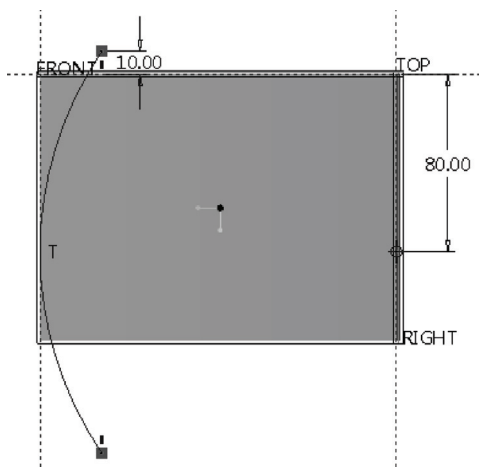

图 12-75 绘制一段圆弧
- 1) 在功能区的“模型”选项卡的“基准”组中单击  (草绘) 按钮, 弹出“草绘”对话框。选择 RIGHT 基准平面作为草绘平面, 默认以 TOP 基准平面为“左”方向参考, 单击“草绘”按钮, 进入草绘器。绘制图 12-75 所示的一段圆弧, 单击  (确定) 按钮。